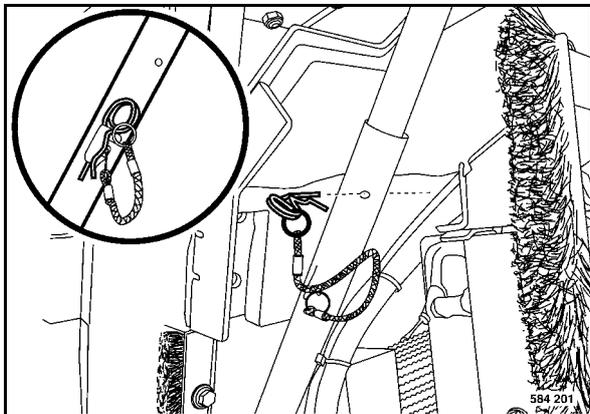

Рис. 78
- Вытянуть штекер с пружиной (Рис. 78) из держателя.